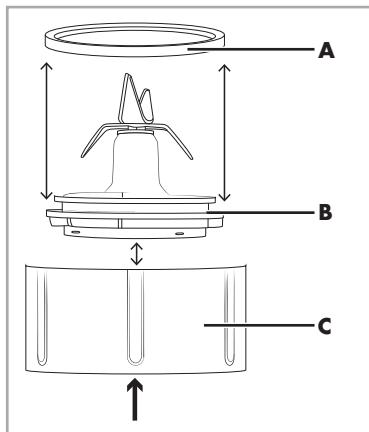

Fig.1: Portalama ④
- Per effettuare una pulizia a fondo, smontare il portalamo **4** (vedere fig. 1):